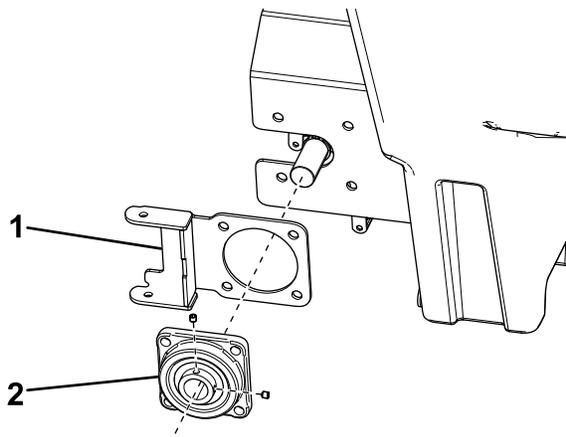

Figure 16
13. Retirez et mettez au rebut les 2 vis qui fixent le palier à l'arbre d'entraînement, puis mettez le palier au rebut (Figure 16). Conservez le support de cheville de verrouillage droit.